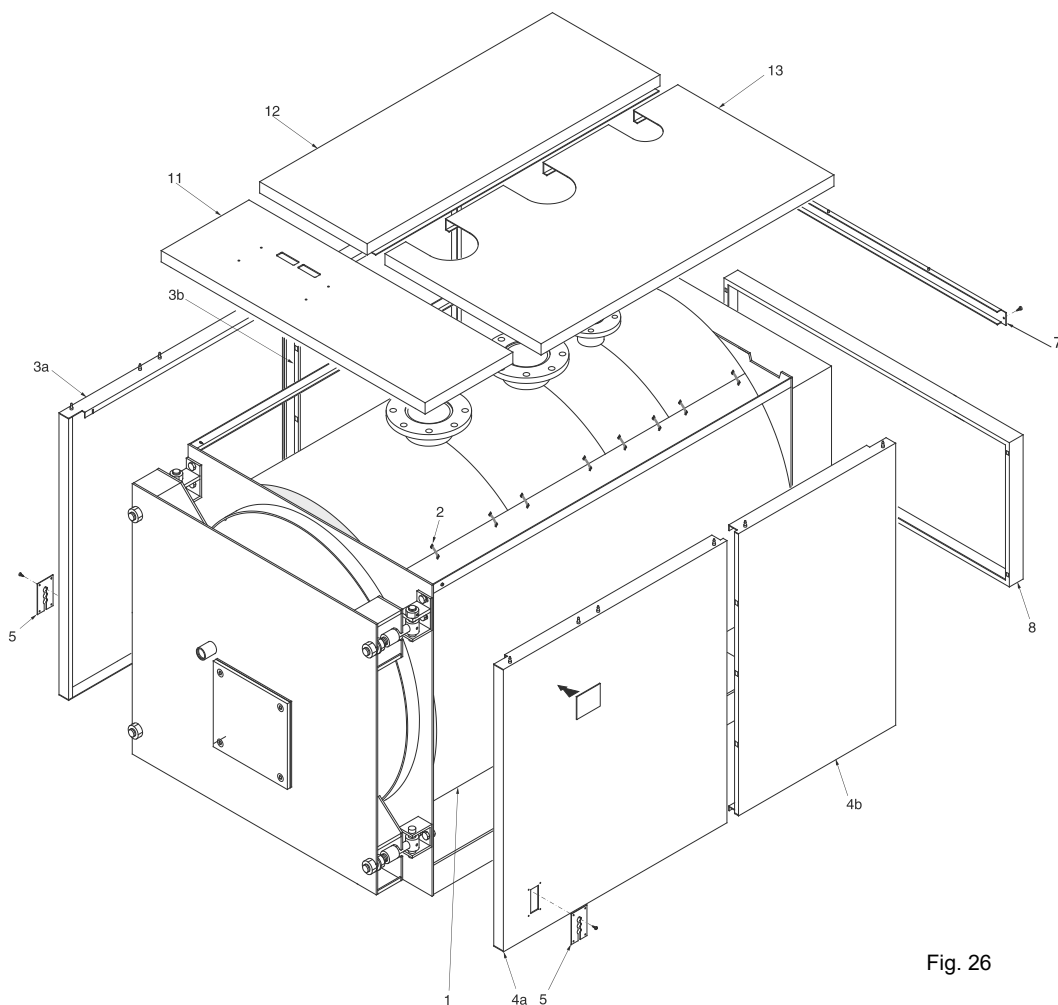

Fig. 26
- A) Passa in isoleringsmattan (1) runt pannkroppen och fäst den på plats med medlevererade elastiska spännbanden (2). Se till att metallhakarna griper fast i isoleringens ytterskikt. Gör en perfekt skåra i den övre delen av isoleringsmattan för att lätt få åtkomst till bulbållarna.
- B) Placera sidoplåtarna (3a, 3b och 4a, 4b) med den undre bockade kanten i de L formade bottenprofilerna och haka fast dem i skruvarna, som är monterade i de övre profilerna. Vilken av panelerna som är avsedd för höger respektive vänster sida avgörs av urtagen för kabelgenomföringen (5) vilka skall vara placerade mot framkanten.
- C) Montera den bakre nedre plåten (8).
- D) Montera den bakre övre plåten (9).
- E) Skruva ur de två sidoskruvarna i kontrollpanelen, vänd kåpan framåt och dra kablar och kapillärer till termometer och termostater genom urtagen i kåpans botten. Montera kontrollpanelen på den övre frontpanelen (11). Montera den övre frontpanelen (11), komplett med kontrollpanel, i sidoplåtarna (3a & 4a).
- F) Montera termometer- och termostatbulberna i sina respektive hållare, Se fig. 26. och anslut nätspänning, brännare, pump(ar) och eventuell annan utrustning till kontrollpanelerna. Stäng kontrollpanelen.